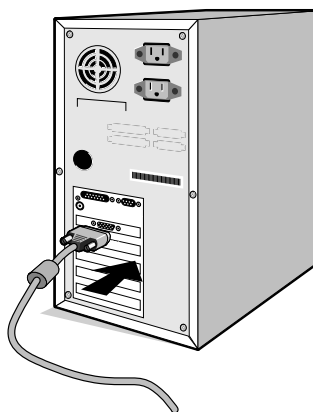

Figure A.1
2. **Pour un PC :** Branchez le mini-connecteur D-SUB à 15 broches du câble vidéo sur le connecteur de la carte vidéo de votre ordinateur (**Figure A.1**).